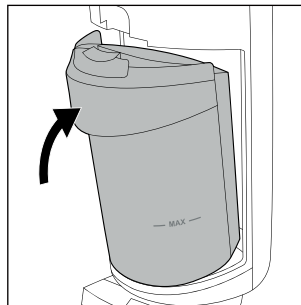

Fig. 30
- ♦ Fastgør beholderen til snavsset vand **2** på produktet igen ved først at sætte bunden til beholderen til snavsset vand **2** ind. Skub så beholderen til snavsset vand **2** i retning af produktet, indtil beholderen til snavsset vand **2** går i indgreb på produktet, så det kan høres (se fig. 30).